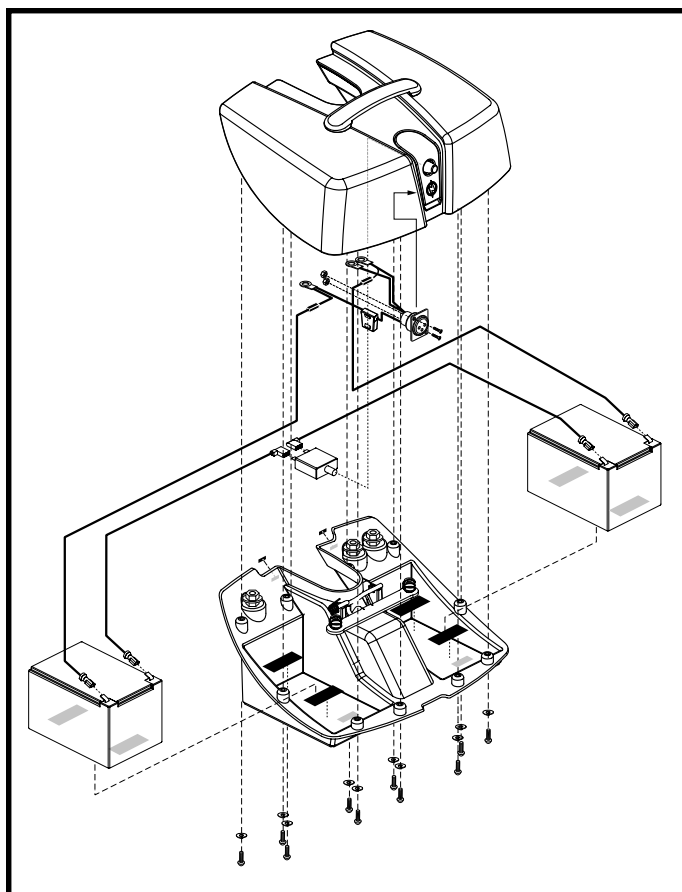

Figura 24. Batteria di Go-Chair
3. Rimuovere tutte le viti che tengono insieme le due parti della cassetta della batteria. Vedere figura 24.
8. Ricollegare i due (2) morsetti della batteria ai terminali. Verificare che il morsetto rosso sia collegato al terminale positivo (+) e che il morsetto nero sia collegato al terminale negativo (-).